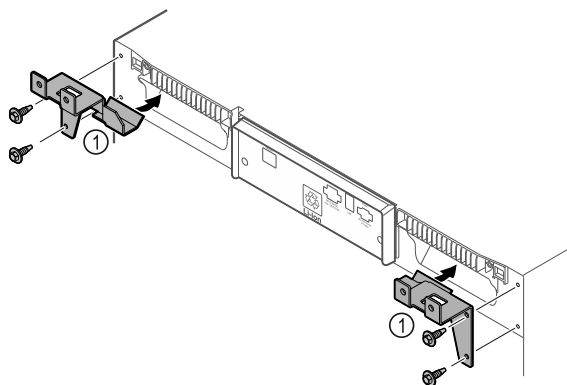

Fig. 9
- ▶ Montirajte pridržne dijelove Fig. 9 (1) s pomoću priloženih vijaka na uređaj.